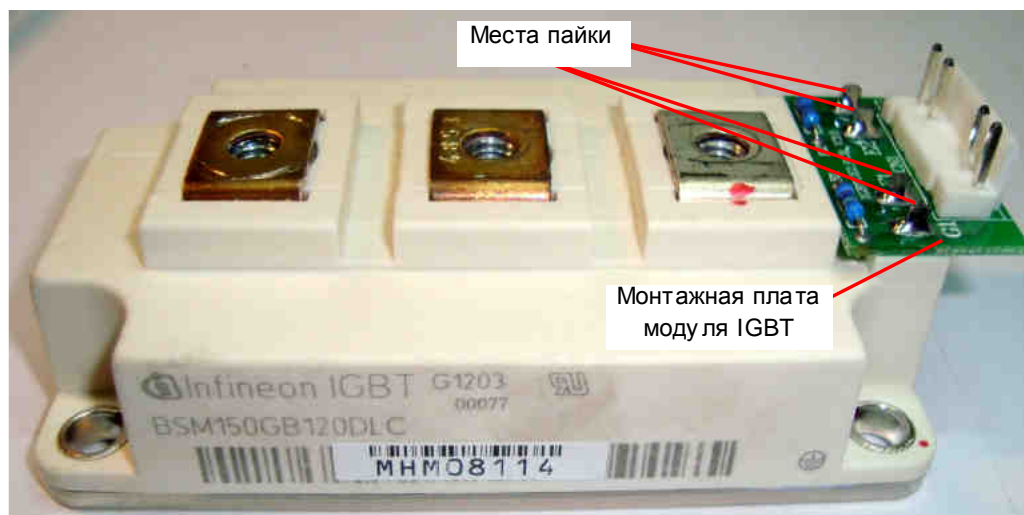

Рис. 7.7. Установка монтажной платы на модуль IGBT.
7.6.7. Как показано на рис.7.7 стойками крепления платы варисторов присоединить: